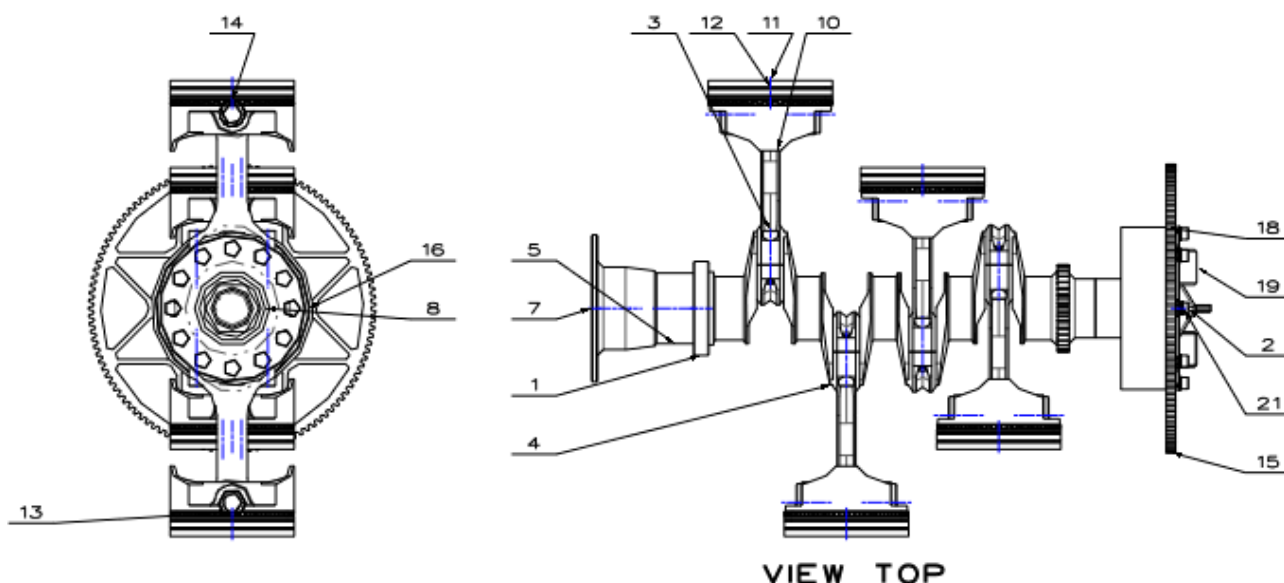

Figura 108 Globo de cruzadas vistas
**PASO 01** Crear la vista superior y la vista de proyección de la izquierda, como se muestra en la Figura 108.
**PASO 05** Obtenga el resultado como se muestra en la Figura 108.